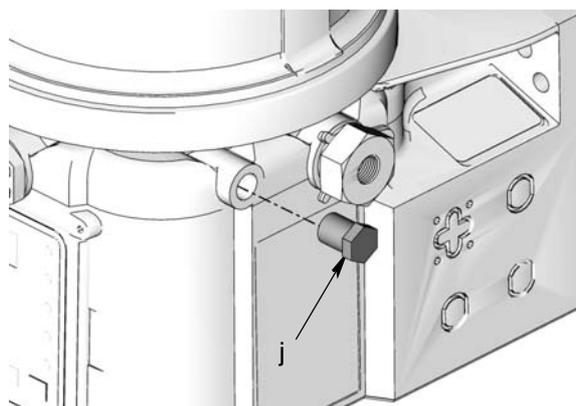

FIG. 7
8. Utiliser une clé pour desserrer la prise (j) à partir de l'emplacement de retour. Retirer la prise du port (FIG. 7).